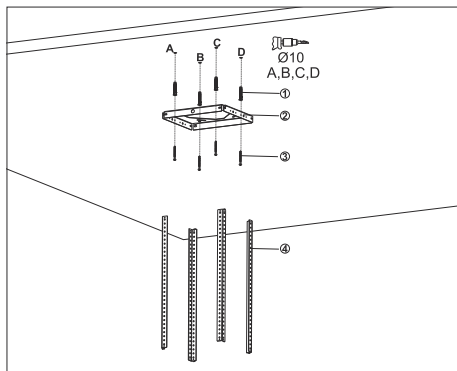

Fig. 10
1. ➤ Markér A, B, C & D på loftet hvor loffflancen skal placeres og bor Ø10 mm huller(Fig. 10).
2. ➤ Sæt nu Ø10 mm rawplugs i A, B C & D(Fig. 10).
3. ➤ Montér loffflancen på loftet ved at skruer den fast med 4 stk 5,5x60 skruer på A, B, C & D(Fig. 10).